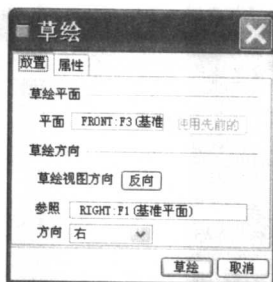

图 1-8 选择草绘平面
(1) 在工具栏中单击 按钮, 或者依次选择【插入】|【拉伸】命令, 弹出拉伸属性面板, 在面板内单击【放置】按钮, 弹出上滑面板, 再单击【定义】按钮, 弹出【草绘】对话框。
(2) 选取 FRONT 平面为草绘平面, 接受系统默认的参考方向, 如图 1-8 所示, 然后单击【草绘】按钮, 进入草绘模式。